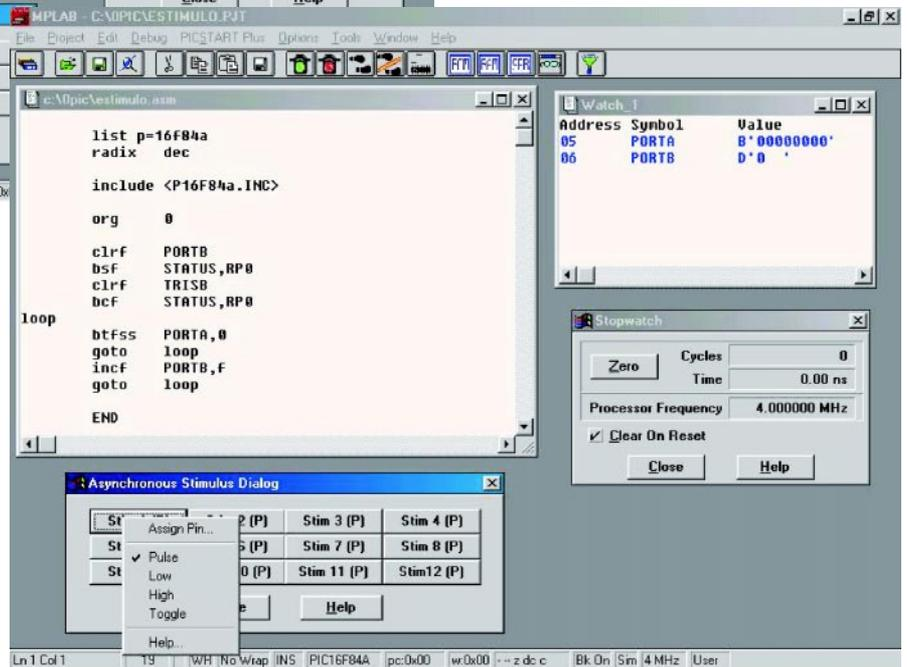

Figura 23 - Ajustando os botões de estímulo.
Com o botão direito do mouse dê um *click* no botão **Stim 1 (P)** e você obterá o menu da figura 23.